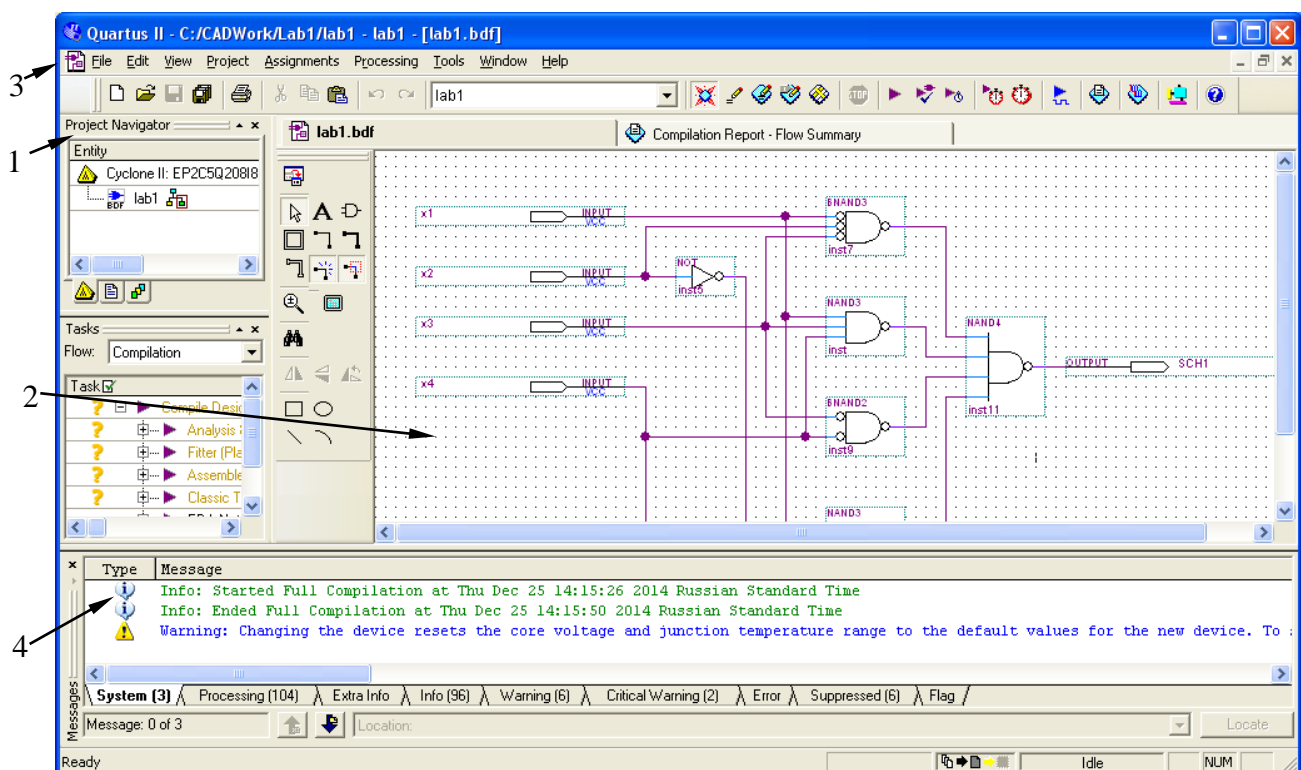

Рис. 1.3. Окно САПР Quartus II
На рис. 1.3 показано главное окно САПР Quartus II. Project navigator (1) отображает иерархию проекта, содержащиеся в нем файлы и блоки проекта. В центре окна (2) располагаются основные окна создания и редактирования исходных файлов проекта, временных диаграмм и так далее. В верхней части окна содержится меню и рабочая панель с наиболее часто используемыми кнопками (3). Нижняя часть окна содержит окна, в которые выводятся различные информационные сообщения, а так же сообщения об обнаруженных ошибках и проблемах (4).